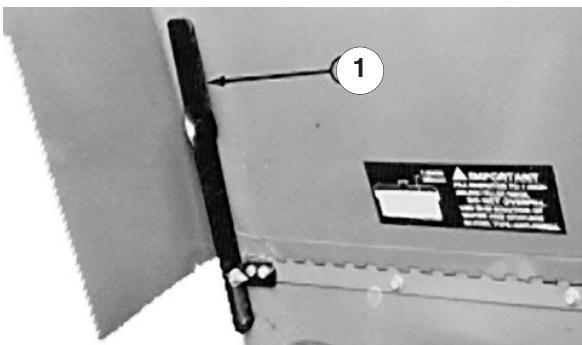

Bild 2
3. Schieben Sie den unteren Teil der Motorhaubenabstützung (Bild 2) von der Halterung. Lassen Sie die Motorhaubenabstützung herunter, drehen Sie sie nach oben und dann nach unten, um die Motorhaube abzustützen.